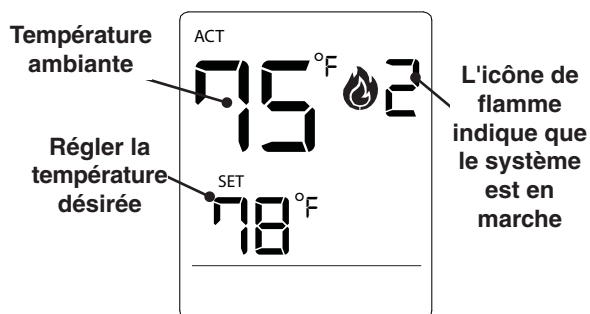

Fig. 46-2 Détails du thermostat
- **Mode Thermostat (Fig. 46-2):** Dans ce mode, le foyer continuera à fonctionner jusqu'à ce que la température ambiante augmente de 1° F au-dessus de la température réglée.